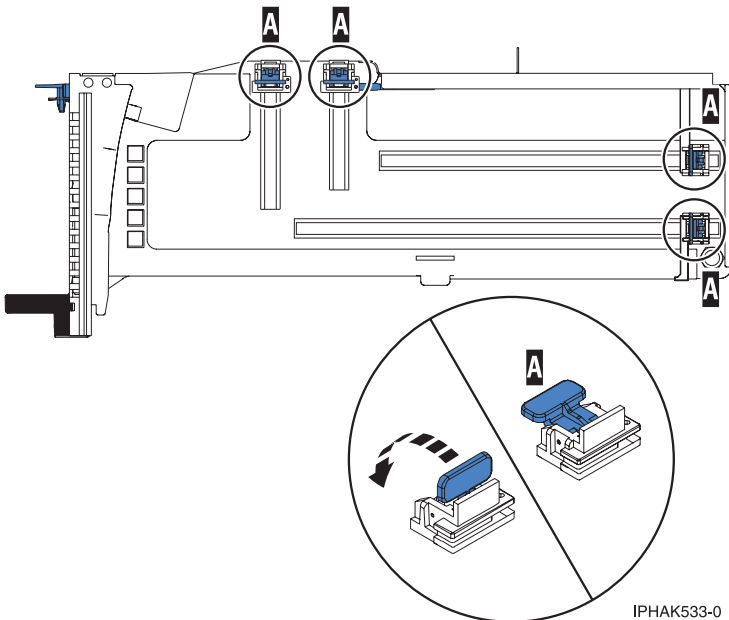

Figure 37. Crochets de retenue de l'adaptateur de carte dans une cassette
- a. Vérifiez que tous les crochets de retenue de carte sont repoussés vers les bords de la cassette pour permettre l'installation de la carte. Voir figure 37.